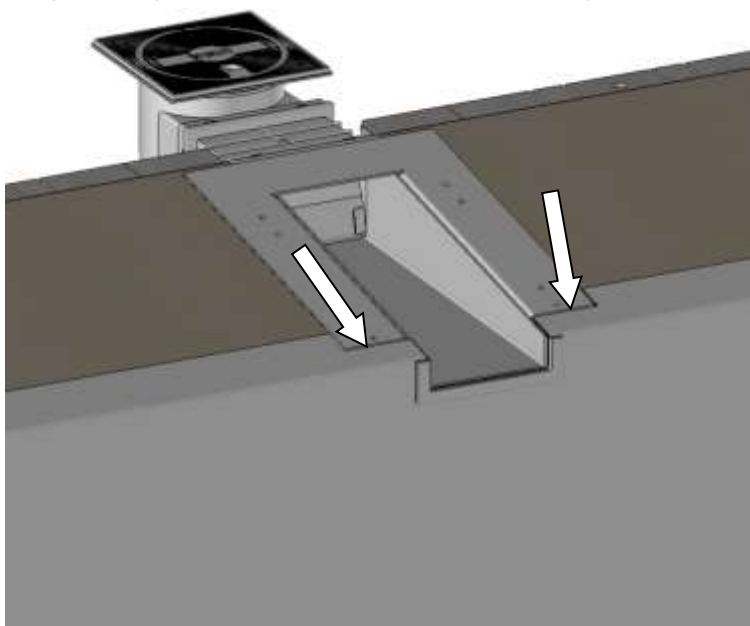

Figure 15 : Pose de la membrane armée
- Réaliser une étanchéité au niveau des skimmer entre la plaque, l'enduit et la membrane armée à l'aide d'une colle type AQUAMAX, puis lisser (voir flèches sur la Figure 15)